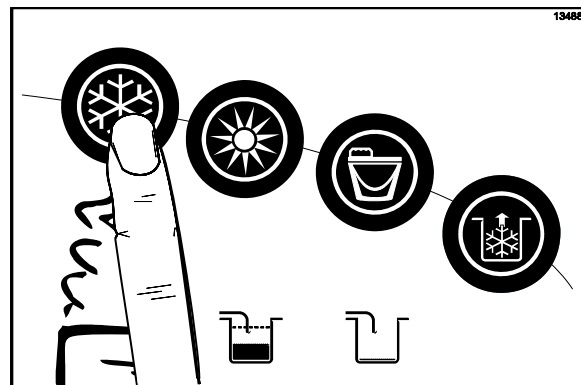

Рисунок 41
4. Когда вы готовы возобновить нормальную работу, нажмите на символ ❄️ (АВТО). (См. рис. 41) Система управления может (через Меню Менеджера) производить подключение или блокировку режима ЗАПУСК АВТО. Если режим ЗАПУСК АВТО включен, машина будет автоматически выходить из режима ОЖИДАНИЕ и будет запускать на обеих сторонах режим АВТО, в указанное время, каждый день. (См. страницу 83).